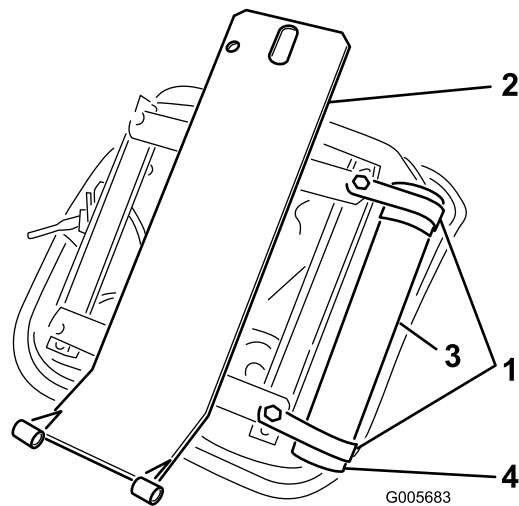

Figura 7
1. Sujete provisionalmente las 2 abrazaderas en R al lado derecho de la parte inferior del asiento con los 2 tornillos de caperuza y las arandelas planas suministrados en el kit (Fig. 6). Instale el tubo del manual en las abrazaderas en R y apriete los tornillos de caperuza (Figura 7).